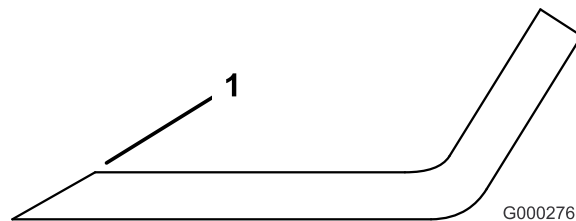

Figure 93
1. Au moyen d'une lime, aiguissez les tranchants aux deux extrémités de la lame (Figure 93). Veillez à conserver l'angle de coupe d'origine. Limez la même quantité de métal sur chacun des deux tranchants pour ne pas déséquilibrer la lame.